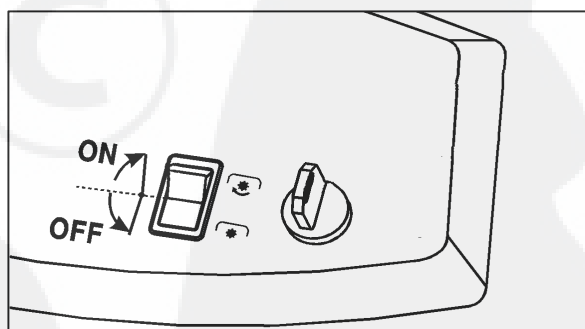

Fig. 19
In geval dat u de traktor moet duwen dient u eerst de overbrenging te ontkoppelen door de by-pass hendel uit te trekken (fig. 19)
Verzekert u er van dat het maaisysteem af staat en op OFF staat alvorens de motor te starten. (fig. 19)
3. Eenmaal op het gras activeert u de schakelaar om de messen te activeren fig. 19.
- c. de maaischakelaar in de ON-positie staat (fig. 19)